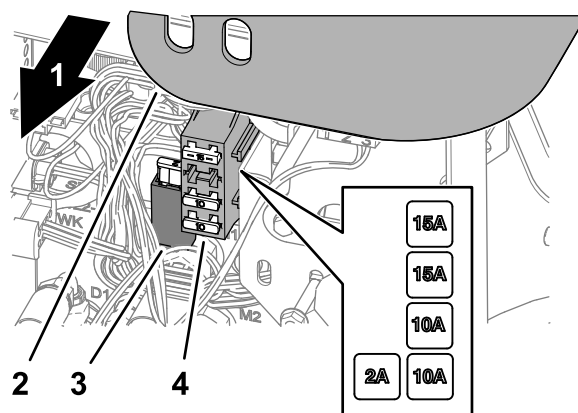

Figura 65
1. Retire la cubierta del brazo de control (Figura 65).
2. Localice el fusible fundido en el portafusibles o en el bloque de fusibles (Figura 65).
4. Monte la cubierta en el brazo de control (Figura 65).